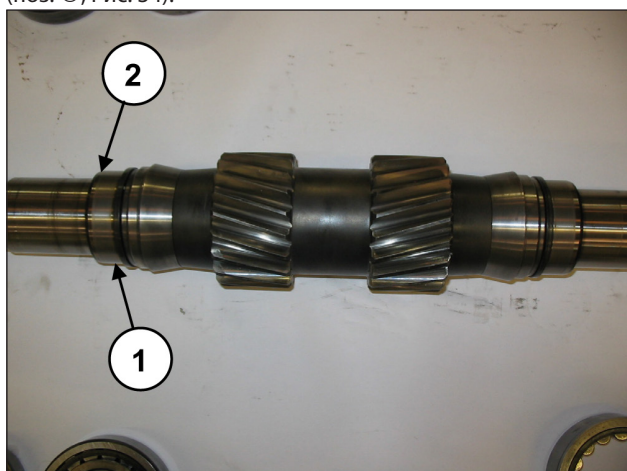

Рис. 34
Снимите внутренние кольца подшипников с вала ВОМ (поз. ①, Рис. 34) и две распорки внутреннего подшипника (поз. ②, Рис. 34).